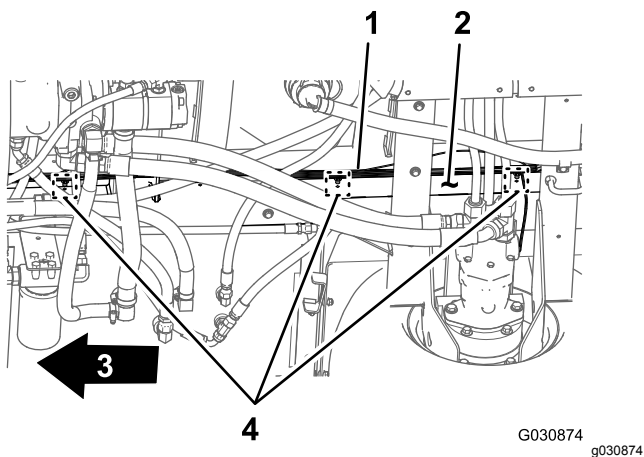

Figure 21
3. Retirez les 3 fixations à pression qui fixent le faisceau arrière dans les trous du tube de cadre droit de la machine (Figure 21).